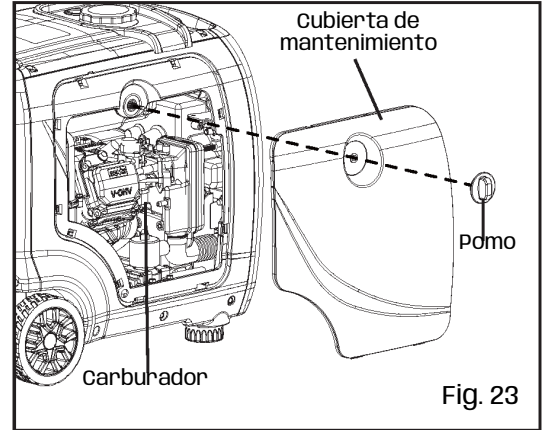
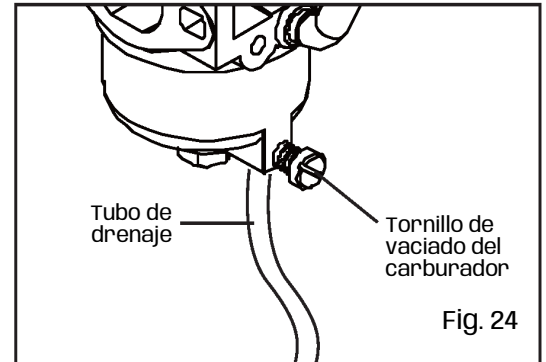

Fig. 23
Fig. 24
4. Se puede acceder al carburador entre el motor y el filtro de aire (Fig. 23). Localice el tubo transparente del carburador (Fig. 24) que se extiende hacia abajo a través de la placa base del generador.
6. Abra el tornillo de vaciado del carburador (Fig. 24) con un destornillador plano (no incluido) y vacíe la gasolina que se haya acumulado en el interior del carburador a través del tubo de vaciado en el recipiente de almacenamiento de gasolina homologado.